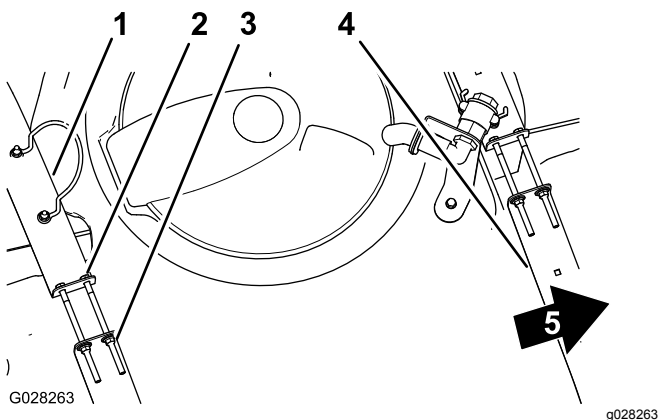

Figure 24
2. Assurez-vous qu'il n'y a pas de jeu entre les sangles de la cuve et la cuve (Figure 24).
3. Si les sangles de la cuve ne sont pas assez serrées, resserrez les contre-écrous à embase et les boulons en haut des sangles jusqu'à ce que ces dernières soient parfaitement en appui sur la surface de la cuve (Figure 24).